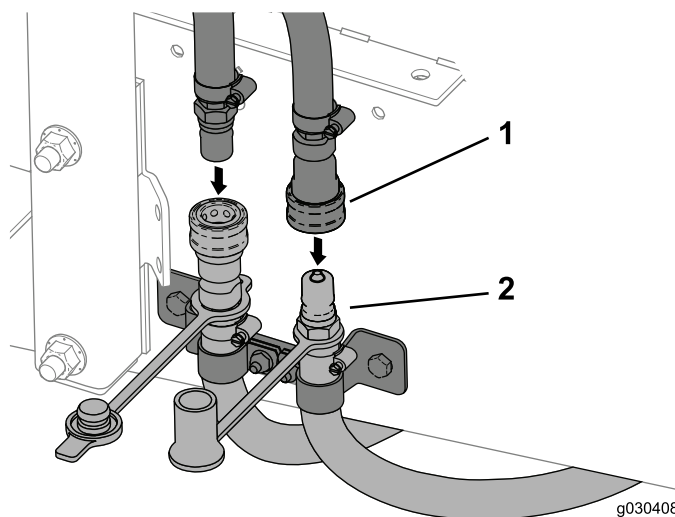

Figura 46
6. Ligue os tubos da cabina aos tubos montados na máquina (Figura 46).